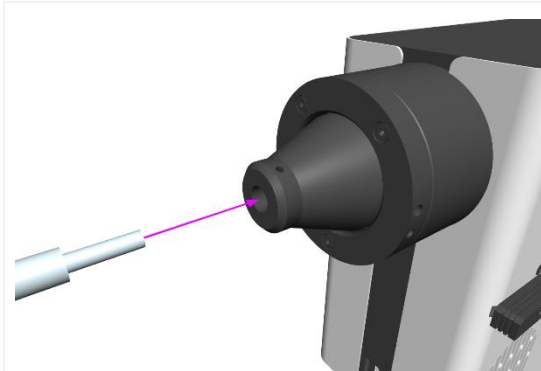

Figura 14
1. Inserte un extremo libre de una guía de luz líquida de 3 mm en la fuente de luz, asegurándose de que la guía de luz está completamente asentada en el barril de salida de la fuente de luz (Figura 14).